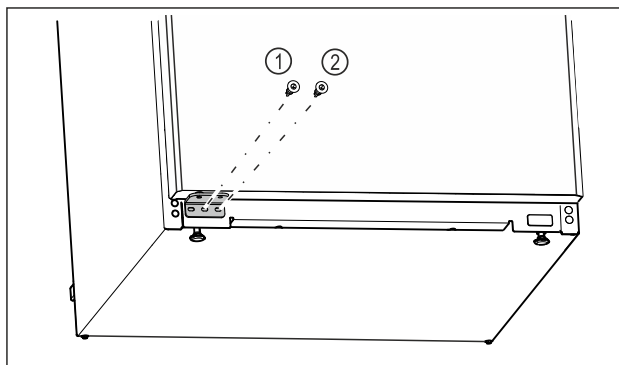

Fig. 21
- Skru hængslets midterste skruer Fig. 21 (1) fast med Torx 20-skruetrækker.
- Skru hængslets inderste skruer Fig. 21 (2) fast med Torx 20-skruetrækker.